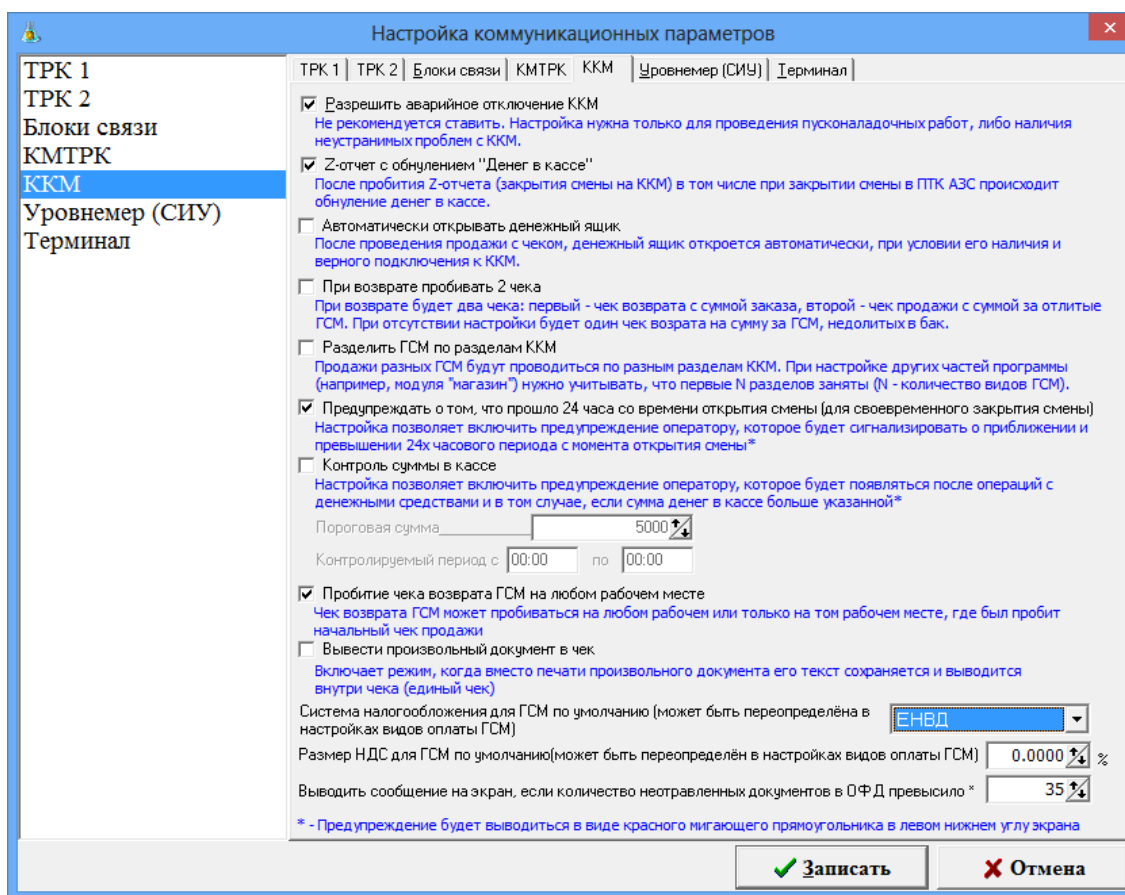

Рис. 14
В окне «Настройка коммуникационных параметров» откройте закладку «ККМ» (рис.14).
Рис.14а
17. Безналичный 4 (рис.14в)
Рис.14в